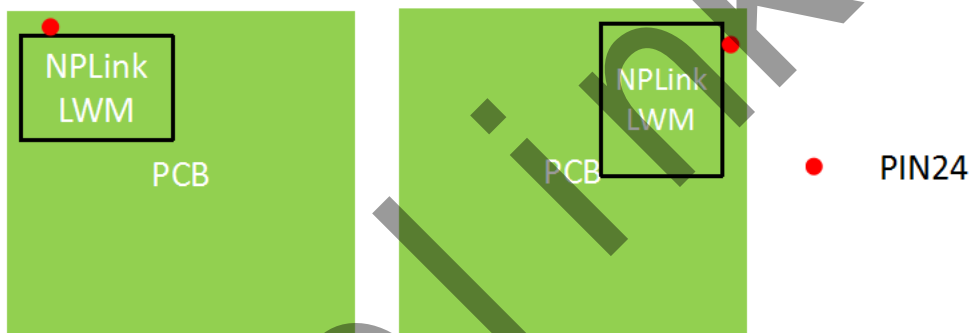

图 2.3.1 模块摆放示意图
- 3) 模块的第 24PIN 放置靠近边缘处，尽量在角落处，如图 2.3.1 所示两种情况。尽量减小射频走线长度（PIN24 到天线端），且做到 50 欧阻抗。